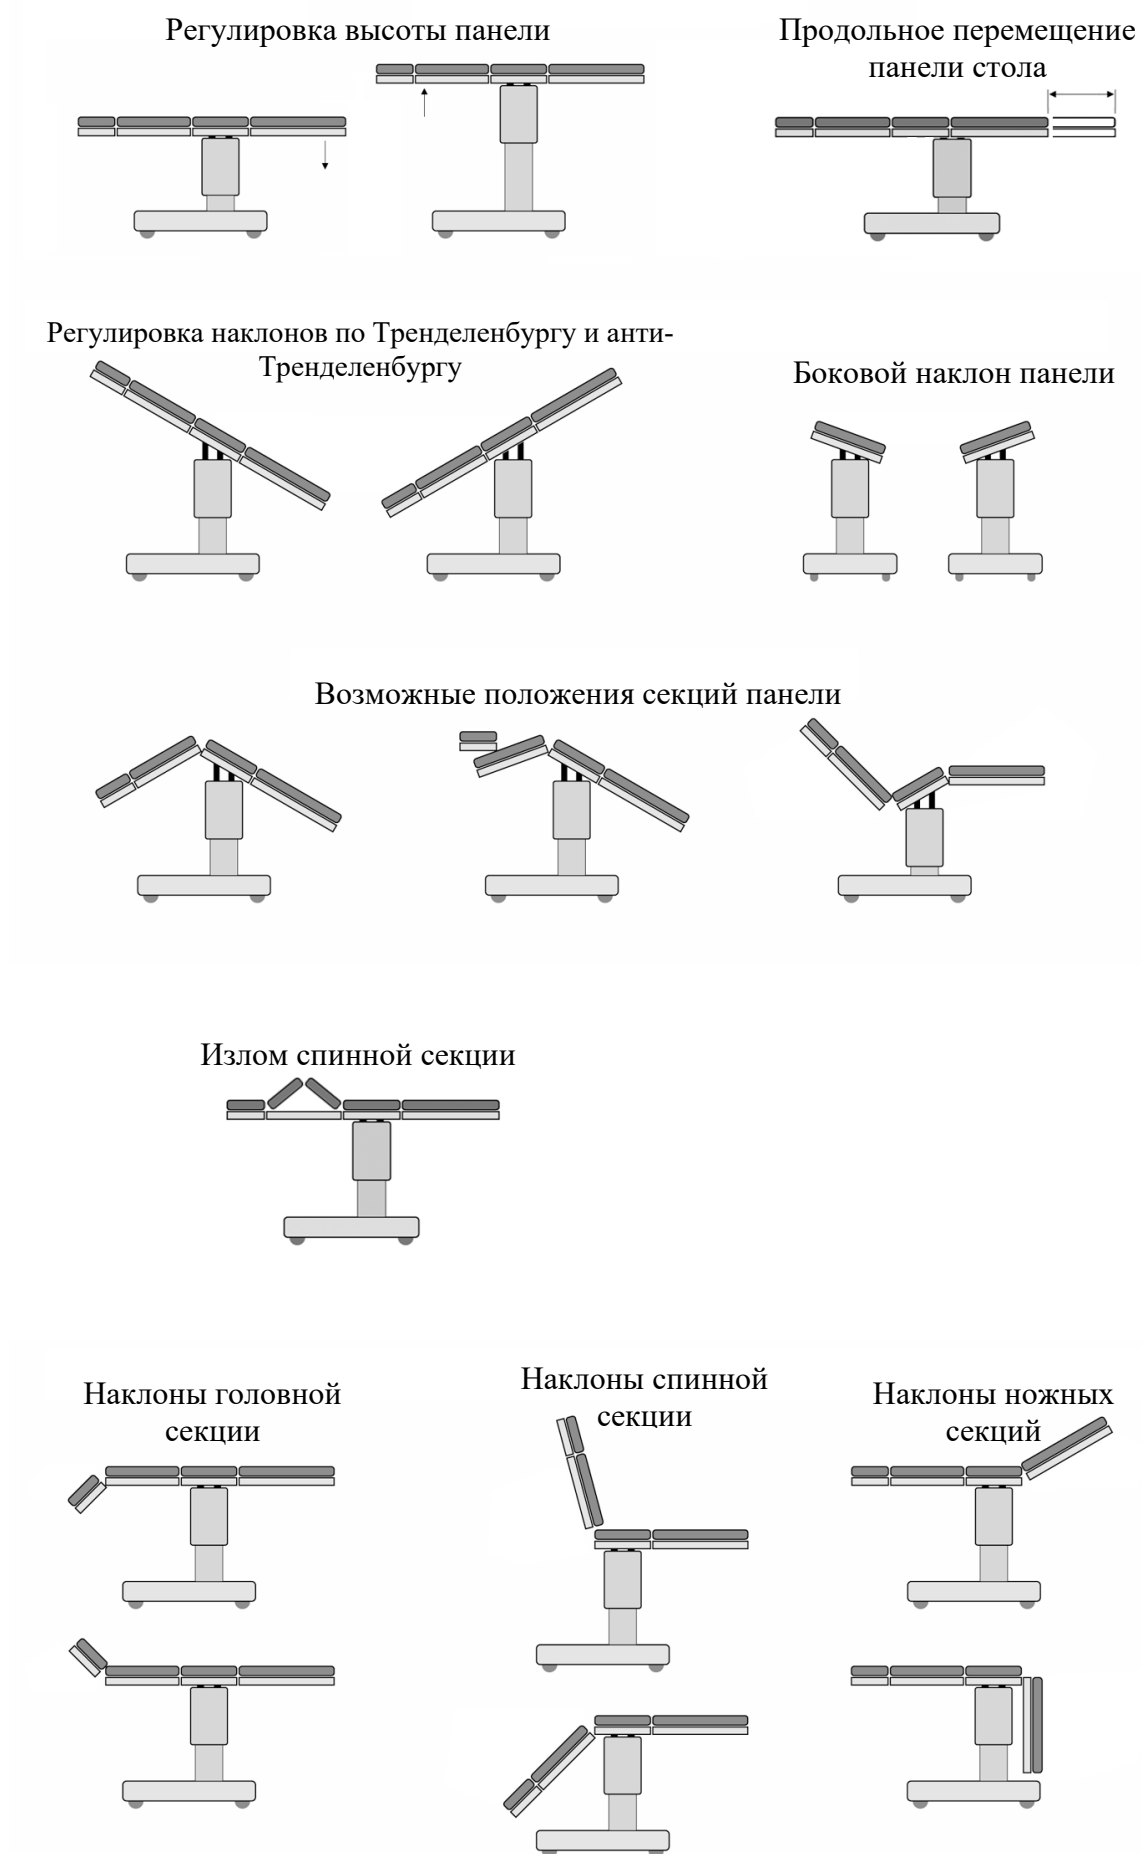

Рисунок 10. Схема регулируемых положений стола.
Панели стола можно придать нужную конфигурацию, изменяя наклоны секций, а также всей панели. (Рисунок 10).
- смажьте все подвижные соединения панели стола тонким слоем технического вазелина либо светлым машинным маслом (Рисунок 10);